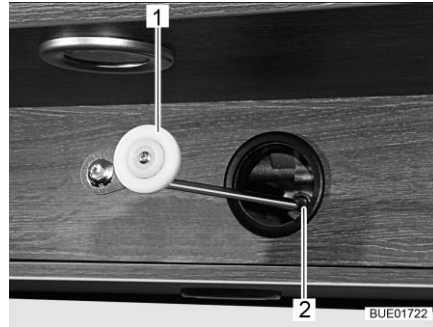

Fig. 142 Manejo mecánico, accionamiento
- Insertar la manivela entregada (Fig. 142,1) o una llave Allen en el alojamiento en el motor (Fig. 142,2).